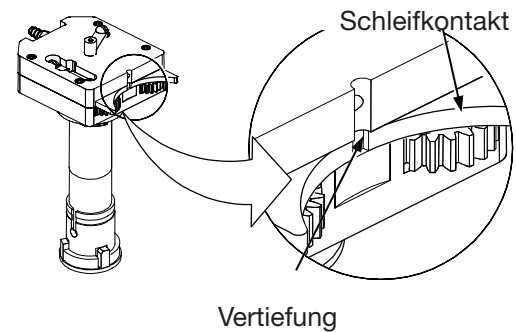

Abbildung 29 Untersuchen des Schleifkontakts
11. Sicherstellen, dass die beiden Klammerschrauben festgezogen sind. Siehe Abbildung 29.